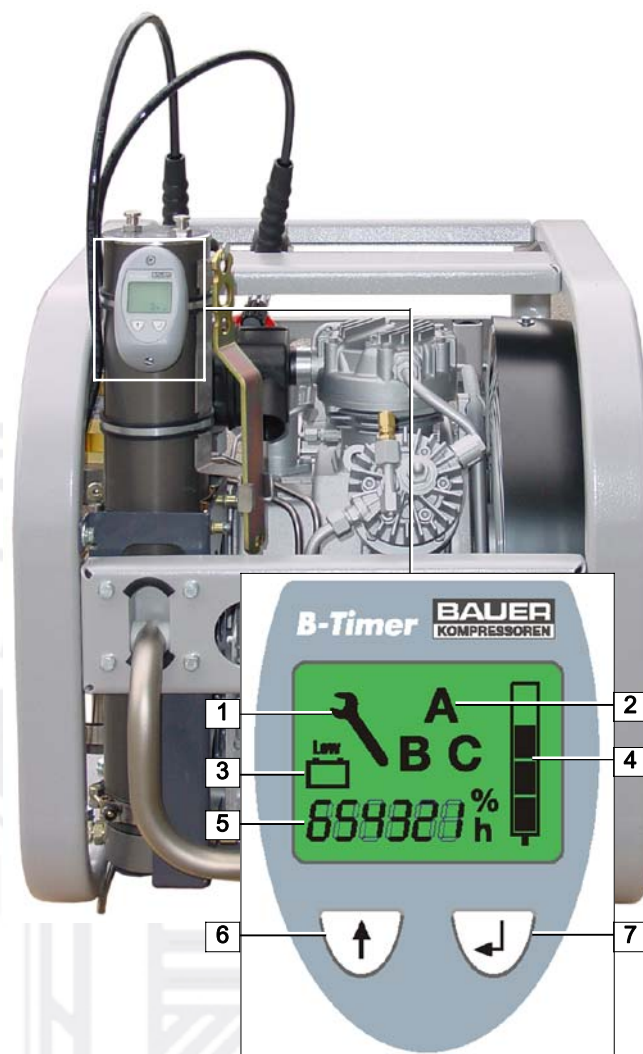

Рис. 5 В-Timer
**В-Timer** (Рис. 5) представляет собой самоактивирующийся мини-компьютер, ведущий учёт количества часов работы компрессора и рассчитывающий на основании данных о времени, температуре, типе патрона и производительности компрессора срок службы патрона фильтра. Он показывает часы работы, срок службы патрона фильтра и сигнализирует о необходимости проведения работ по техобслуживанию компрессора. Для **В-Timer** не требуется ни внешнего электропитания, ни его соединения с пневмосистемой. Таким образом, **В-Timer** является идеальным контролирующим прибором для всех переносных компрессоров, особенно для оборудования для аквалангистов, имеющего бензиновый или дизельный привод. **В-Timer** может быть легко установлен на любую установку в качестве дополнительного оборудования.